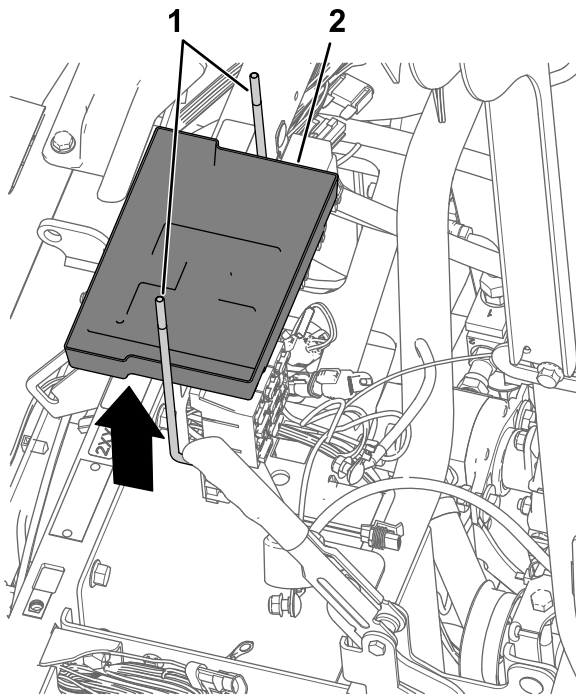

Bild 173
5. Nehmen Sie die zwei J-Schrauben und das Batteriefach von der Batteriehalterung ab (Bild 173).